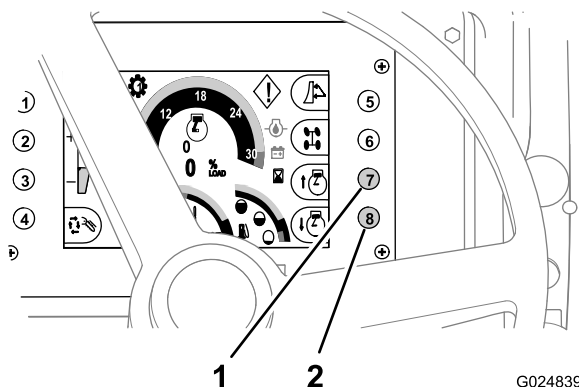

Bild 38
- Drücken Sie die Taste Nr. 7 auf dem Command Center, um die Motordrehzahl zu **erhöhen** (Bild 38).
- Drücken Sie die Taste Nr. 8 auf dem Command Center, um die Motordrehzahl zu **verringern** (Bild 38).